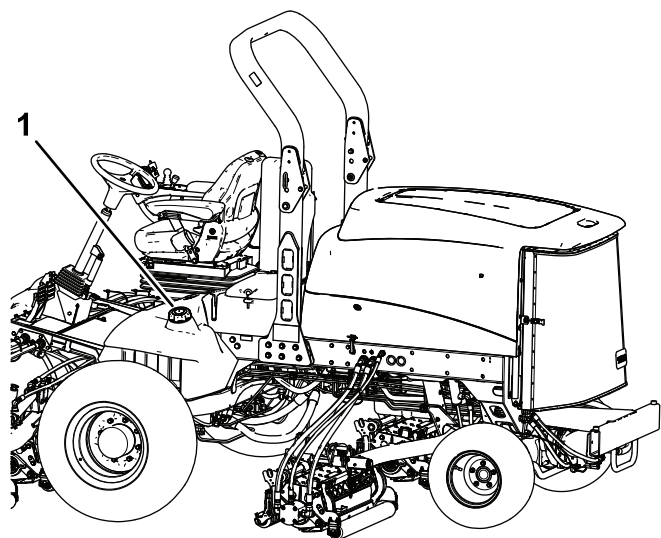

Рисунок 38
3. Снимите крышку топливного бака (Рисунок 38).